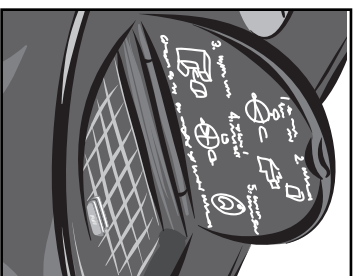

FIGURA 1
3. Asegúrese de que la canasta del filtro y la jarra se encuentran en su lugar en la cafetera. Levante la tapa del tanque de agua en la parte superior de la cafetera (vea la Figura 1). Utilice una jarra separada para verter lentamente 1 galón (3.8 litros) de agua fría en la apertura del tanque de agua. Si el Indicador de Sobrellenado rojo flota hacia arriba, favor de permitir que el agua drene hacia el tanque antes de continuar vertiendo.